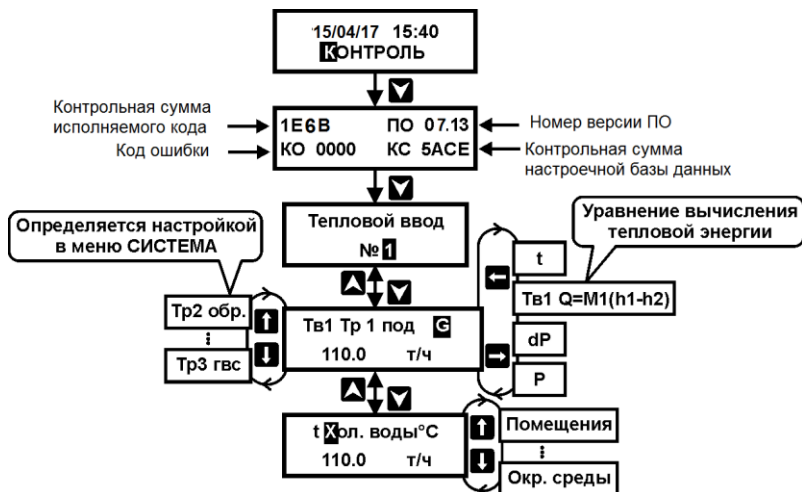

Рисунок 17 – Порядок действий по просмотру текущих параметров теплоносителя
1. Установить кнопками  или  пункт меню 1-ого уровня **КОНТРОЛЬ** (см. рисунок 17). После нажатия кнопки  представляется меню, отображающее номер версии ПО вычислителя и контрольную сумму базы данных;